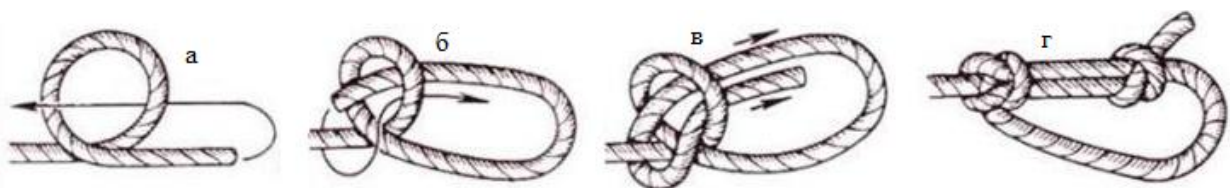

Рис. 9. Вузол «булінь»: а-в – етапи в'язання вузла, г – вузол «булінь» з контрольним вузлом
**Завдання 9.** Навчитися в'язати вузли для прив'язування до опори: булінь (рис.9).